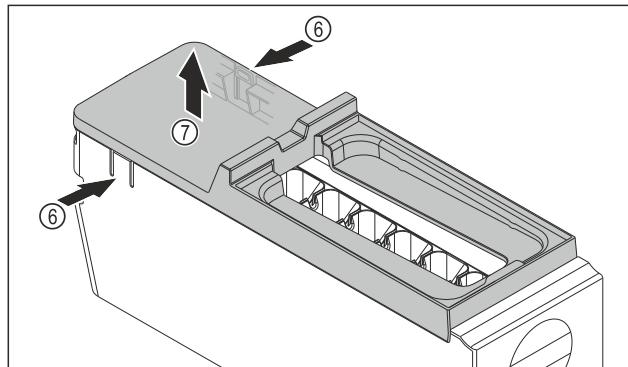

Fig. 84
- Odstráňte kryt korpusu EasyTwist-Ice: strmene Fig. 84 (6) na oboch stranach korpusu EasyTwist-Ice zatlačte rukou.
- Kryt Fig. 84 (7) odoberte druhou rukou smerom nahor.